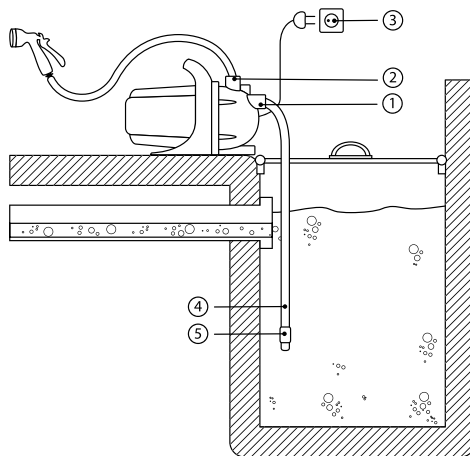

рис. 1
Закрепите насос болтами, чтобы избежать вибрации. При установке насоса ось ротора должна располагаться горизонтально, насос устанавливается опорой вниз. Насос должен быть установлен строго горизонтально, чтобы обеспечить правильную работу подшипников. Подсоедините водопроводные трубы или шланги к входному (1) и выходному (2) патрубкам (рис. 1). Заборную магистраль (4) расположите под углом к впускному отверстию и погрузите в воду на глубину не менее 0,2 м (расстояние до грунта не должно быть менее 0,5 м). Обращайте внимание на герметичность соединений, даже небольшой подсос воздуха в заборной магистрали резко сокращает производительность насоса и высоту всасывания.